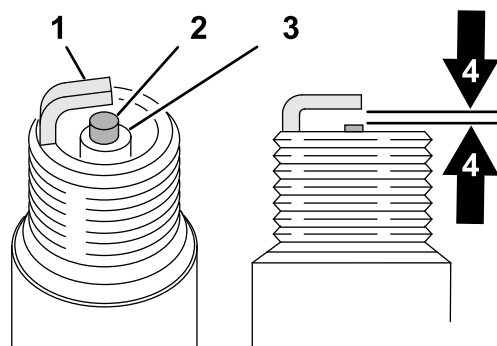

Figura 165
1. Uita-vă la centrul ambelor bujii (Figura 165). Dacă izolatorul este maro deschis sau gri, motorul funcionează corect. Existena unui strat negru pe izolator semnifică de obicei faptul că filtrul de aer este murdar.